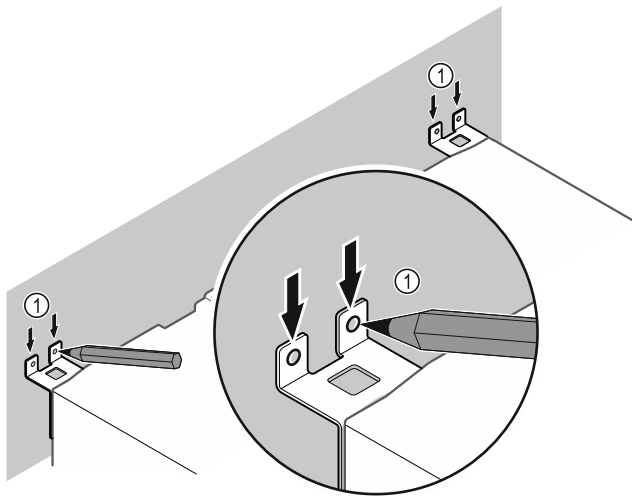

Fig. 67
- Tracer des repères sur le mur Fig. 67 (1).